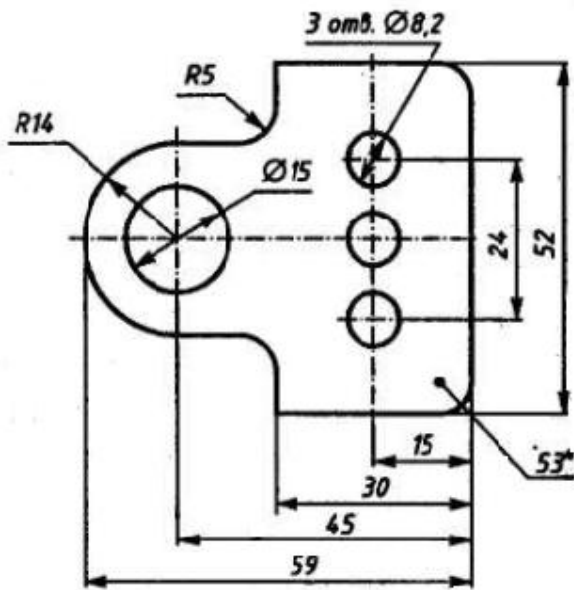

Рисунок 54
**Задание:** Построить деталь подвески по заданным размерам с использованием сопряжений, рис.54.